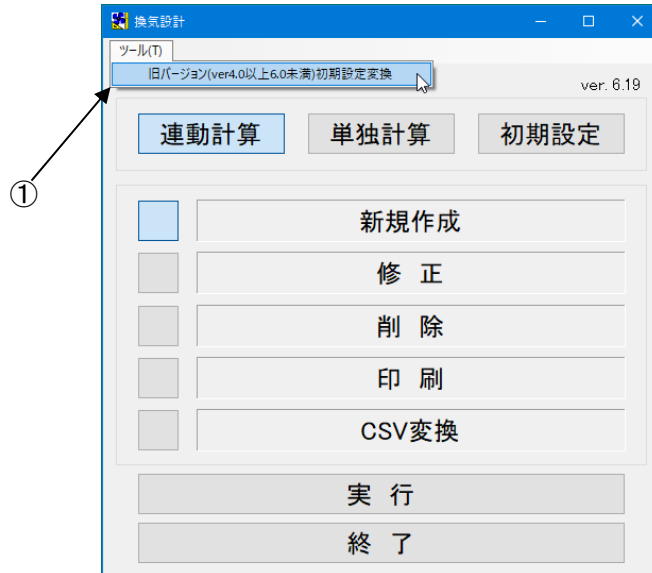

図3
- (1) [ツール] (図 3-①) をクリックし、[旧バージョン(ver4.0 以上 6.0 未満)初期設定変換] を選択します。